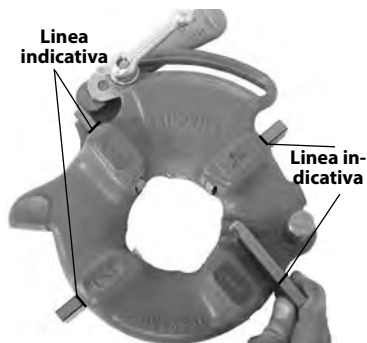

Figura 5 - Inserimento dei pettini
4. Sollevare la linguetta della rondella facendola fuoriuscire dalla fessura nella barra graduata. Spostare la rondella fino all'estremità della fessura (Figura 5).
6. Inserire gli opportuni pettini nella testa portapettini con il margine numerato rivolto verso l'alto, fino a quando la linea dell'indicatore sarà a pari con il margine della testa portapettini (consultare la Figura 5). I numeri sui pettini devono corrispondere ai numeri sulle fessure della testa portapettini. Sostituire sempre i pettini come set - non mescolare pettini provenienti da set diversi.